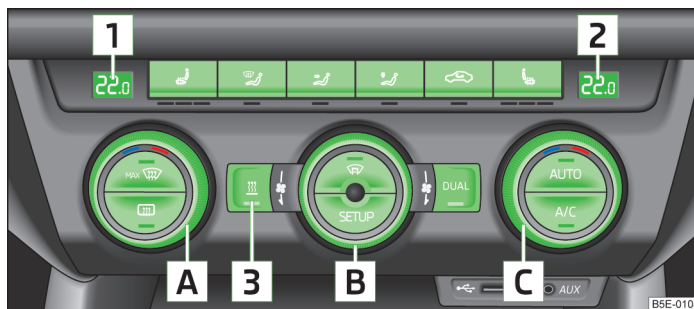

Fig. 109 Climatronic: Elementele de comandă
- ✓ A/C » fig. 109 la pagina 106 activat.
Funcțiile elementelor de operare individuale » fig. 109:
- Apăsati tasta simbol **AUTO** » fig. 109 la pagina 106.
- Rotiți regulatorul rotativ **A** » fig. 109 la pagina 106 spre stânga, respectiv spre dreapta pentru a mări, respectiv reduce temperatura.
➤ Rotiți regulatorul rotativ **C** » fig. 109 la pagina 106 spre stânga, respectiv spre dreapta pentru a mări, respectiv reduce temperatura.
➤ Rotiți regulatorul rotativ **B** » fig. 109 la pagina 106 spre stânga, respectiv spre dreapta pentru a reduce, respectiv mări turația ventilatorului.
- Apăsați tasta simbol **MAX** » fig. 109 la pagina 106.